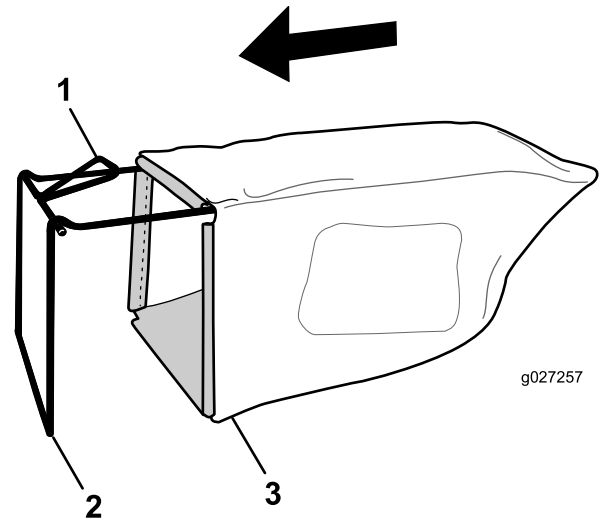

Figura 7
1. Coloque la bolsa de recogida sobre el bastidor, según se muestra en la Figura 7.
**Nota:** No coloque la bolsa sobre el manillar (Figura 7).